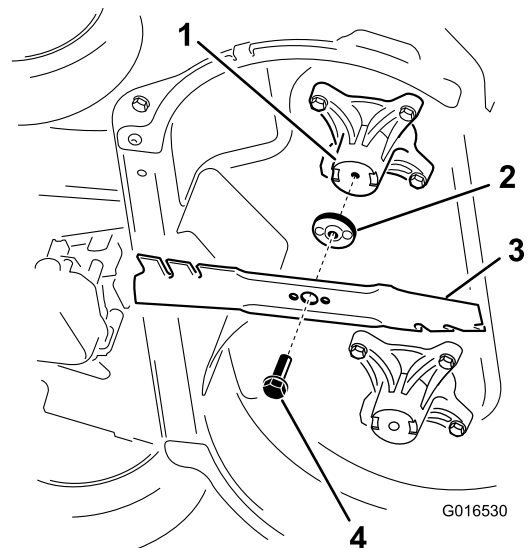

Bild 37
2. Entfernen Sie jedes Messer, siehe Bild 37.
1. Montieren Sie das erste Messer so, dass es horizontal ist, und all Befestigungen, wie in Bild 37 dargestellt.